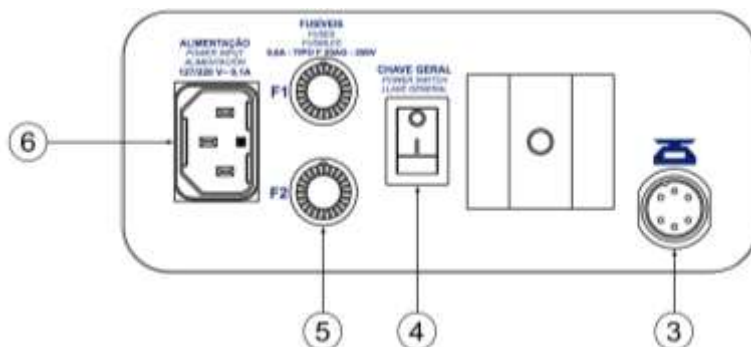

Figura 93 – Módulo alimentação Balança LC5
3. Conectar o cabo da balança na entrada (3) do modulo, na parte traseira da balança, conforme figura 93.
4. Conectar o cabo de alimentação para c.a. da balança (fornecido com o equipamento) no plugue de entrada de alimentação (6) localizada na parte traseira do modulo.
6. Ligar a chave (4), localizada na parte traseira da balança.